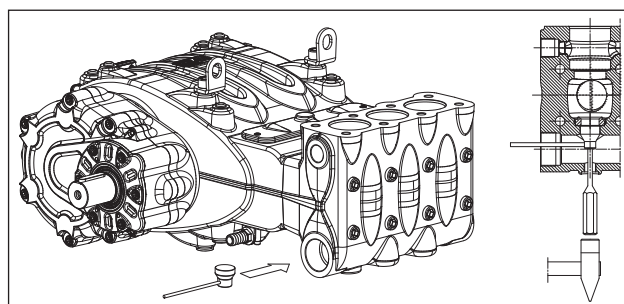

Abb. 108
Sollte der Ausbau der Saugventilgruppe mit großen Schwierigkeiten verbunden sein (z. B. aufgrund von Verkrustungen nach längerem Stillstand der Pumpe), verwenden Sie den Abzieher Art. 27516200 (Pos. ①, Abb. 108) und gehen Sie wie angegeben vor.